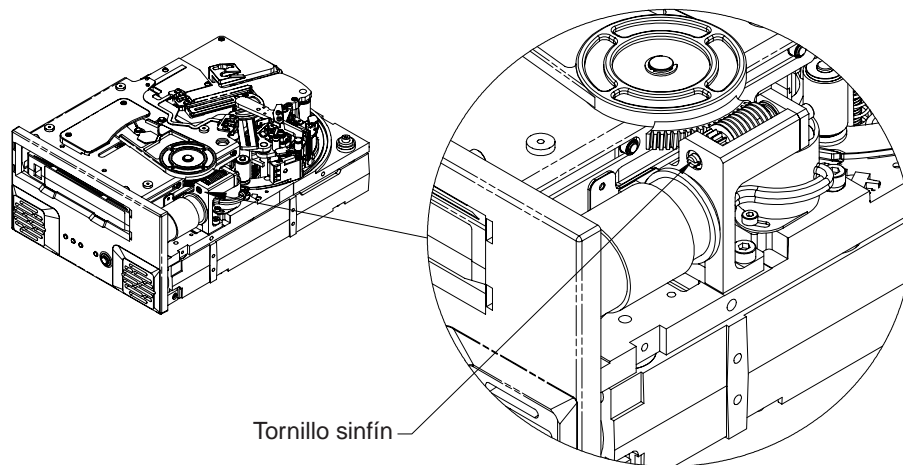

Figura 17. Diagrama de la unidad Viper 200 con el tornillo sinfín
2. Con un destornillador de paleta gire el tornillo sinfín en sentido contrario a las agujas del reloj (hacia la izquierda). La Figura 17 ilustra la ubicación del tornillo sinfín. Así gradualmente se desplazará hacia arriba el elevador del cartucho y hará que el cartucho se deslice parcialmente hacia afuera de la unidad.